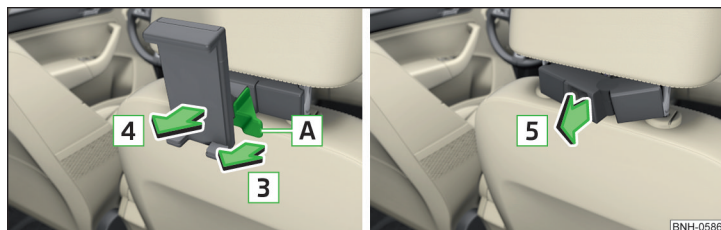

Fig. 96 Retirar: Soporte / adaptador
- Para **retirar**, tirar en el cinturón de seguridad **A** en el sentido de la flecha **3** y tomar el soporte del adaptador en el sentido de la flecha **4** » fig. 96.